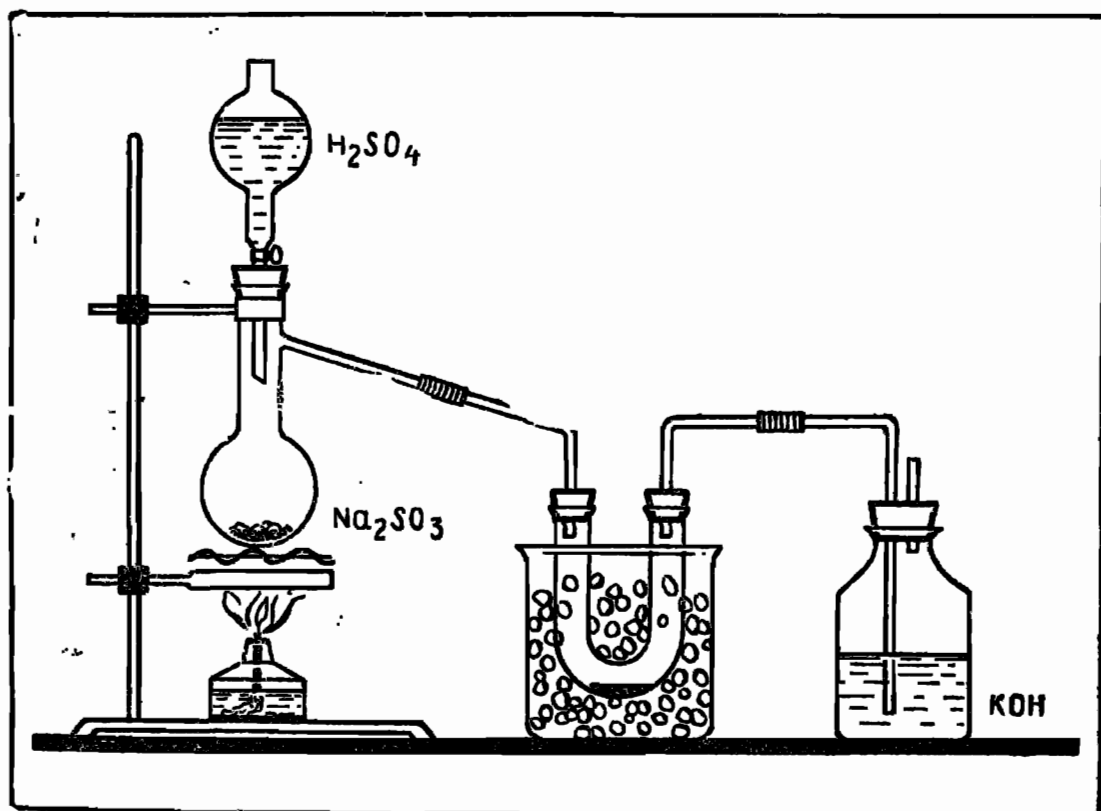

Рис. 17. Получение оксида серы (IV).
Соберите прибор для получения оксида серы (IV) (рис. 17). В колбу на 500 мл поместите две-три ложки сульфита натрия, капельную воронку осторожно наполните серной кислотой. К газоотводной трубке от прибора присоедините U-образную стеклянную трубку.